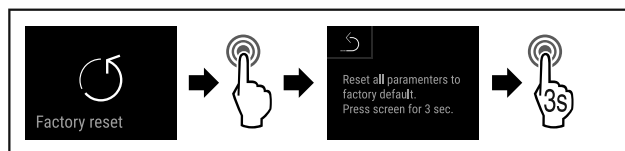

Fig. 105
- ▶ Udfør handlingstrinene (se Fig. 105).